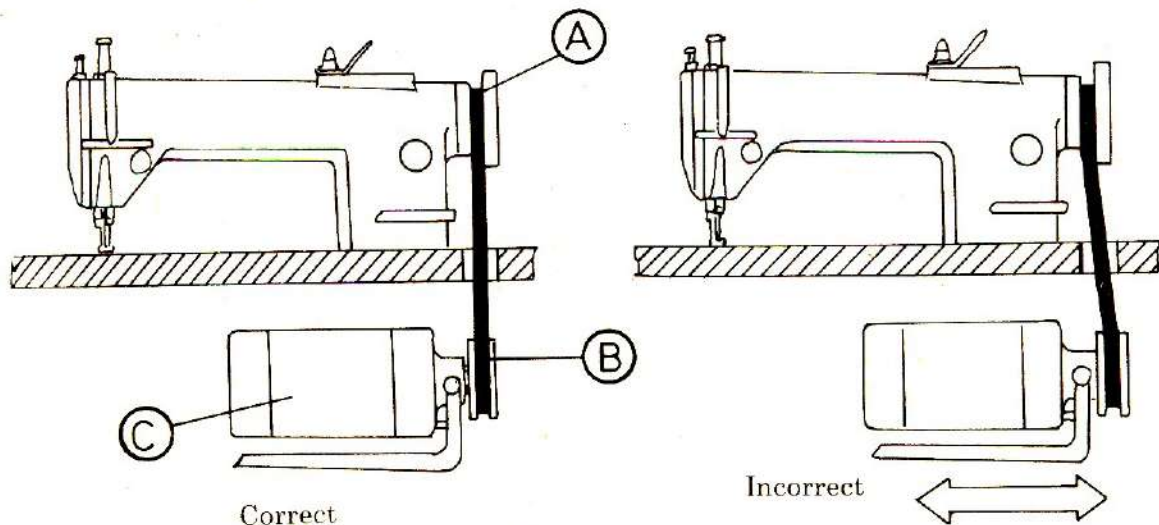

Fig.4
(5) Install in the motor (fig.4.)